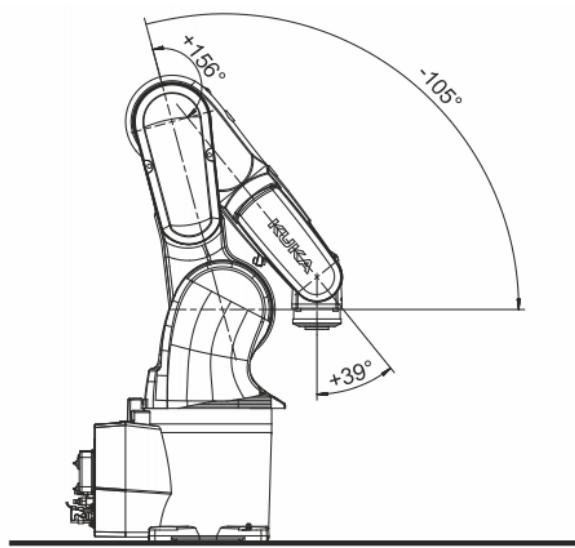

Abb. 11-14: Transportstellung
- Roboter in Betrieb nehmen und in Transportstellung verfahren (>>> Abb. 11-14).